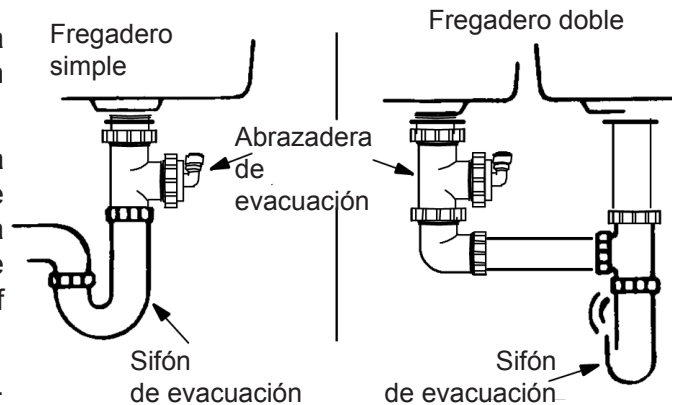
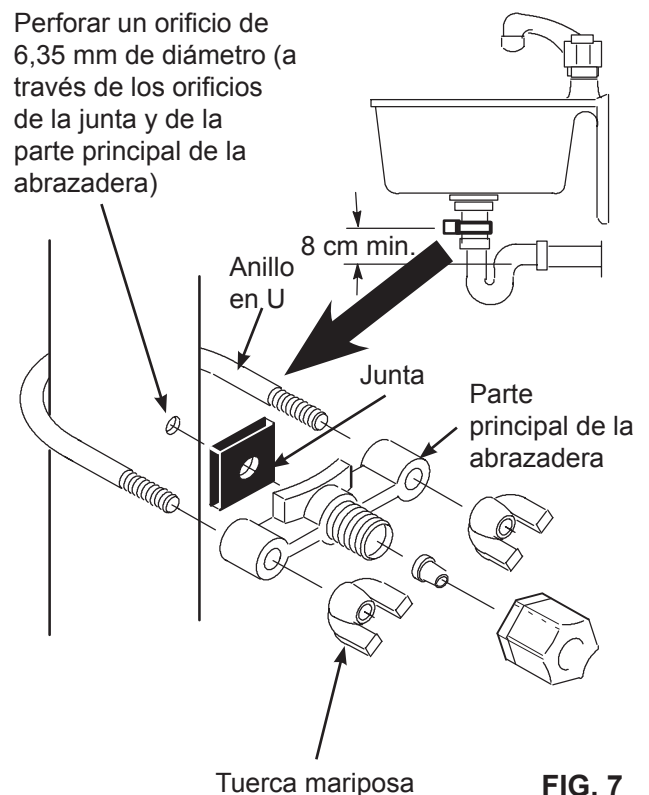

FIG. 6
FIG. 7
- **Instalar la abrazadera de evacuación incluida con el aparato (cf Fig. 6 y 7).** Esta debe instalarse en caso de una instalación bajo el fregadero. La abrazadera de evacuación se instala en el tubo de evacuación del fregadero, por encima del sifón (Cf Fig. 6).
En la caja está incluida una abrazadera de evacuación. Examine los diferentes elementos de la abrazadera de evacuación ilustrados en la Fig. 7. La abrazadera de evacuación se instala siempre en el tubo de evacuación, por encima o antes del sifón (fig. 6). Asegurarse de respetar la reglamentación local en materia de fontanería.
3. Enroscar las 2 tuercas mariposa en el anillo en U y apretarlas firmemente, pero sin forzar, a fin de no romper la abrazadera o apretar demasiado fuerte el tubo de evacuación (Cf Fig. 7).